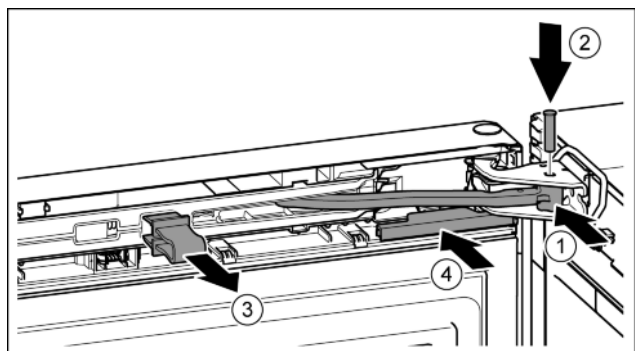

Fig. 21
- ▶ Gelenk in Lagerbock drehen. Fig. 21 (1)
- ▶ Bolzen in Lagerbock und Gelenk einsetzen. Dabei darauf achten, dass der Rastnocken korrekt in der Nut sitzt. *Fig. 21 (2)*
- ▶ Sicherung abnehmen. *Fig. 21 (3)*
- ▶ Abdeckung aufschieben. *Fig. 21 (4)*